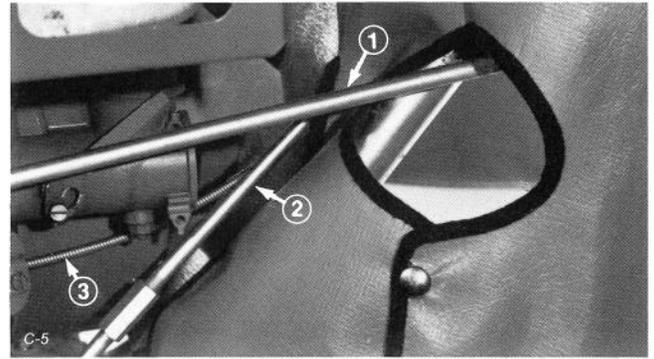

Figure 8
2. Fixez les pressions du bas de la capote sous la tige de commande de la chute, les tiges d'embrayage et le câble des gaz (figure 8).